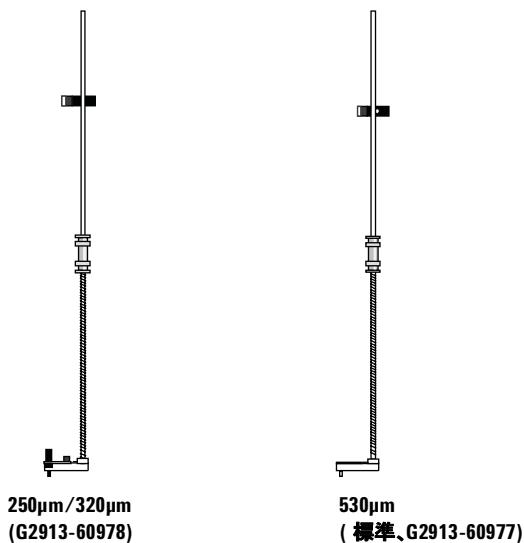

図55 ニードルサポートアセンブリ
- 3 正しいニードルサポートアセンブリ(図55)がインジェクタに取り付けられていることを確認します。必要な場合は交換します。153ページの「G2913Aインジェクタでのニードルサポートアセンブリの交換」を参照してください。